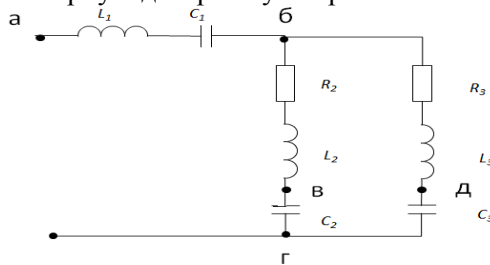

Рис.19. Разветвленная цепь переменного тока
**Пример 2.** Для электрической цепи, приведенной на рис. 19, даны следующие параметры:  $L_1=101,91$  мГн,  $L_2=145,31$  мГн,  $L_3=63,69$  мГн,  $C_1=75,8$  мкФ,  $C_2=90,99$  мкФ,  $C_3=106,16$  мкФ,  $i_3=14,14 \sin(314t + 150^\circ)$  А, сопротивления  $R_2=R_3=10$  Ом,  $f=50$  Гц. Требуется: определить комплексные сопротивления элементов схемы, ветвей схемы, токи во всех ветвях, напряжения между всеми указанными точками, мощность всех ветвей, мощность на входе цепи, построить векторную диаграмму напряжений и токов.